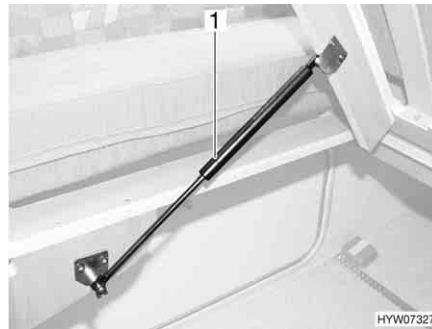

Fig. 99 Cama fija
- Levantar el somier. Los resortes por presión de gas (Fig. 99,1) retienen el somier en la posición abierta.